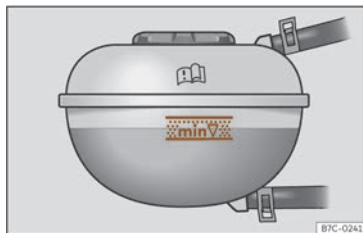

Fig. 223 En el vano delantero: marca en el depósito de expansión del líquido refrigerante.
- Con el motor frío, compruebe el nivel del líquido refrigerante en las marcas laterales del depósito de expansión >>> **fig. 223**. El nivel del líquido refrigerante deberá encontrarse entre las marcas.
- El nivel del líquido refrigerante deberá encontrarse entre las marcas del depósito de expansión >>> **fig. 223**. **No rebase nunca el borde superior de la zona marcada** >>> ⚠.
>>> **fig. 223.** De lo contrario, cuando suba la temperatura, el líquido sobrante será expulsado del sistema de refrigeración del motor y podría causar daños.